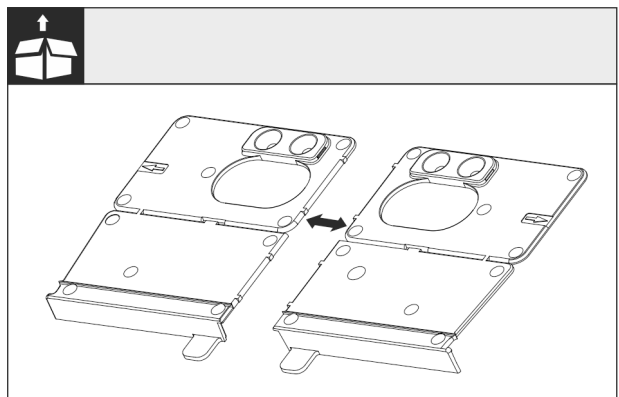

Fig. 27
► Ndani profilin e montimit në bazament Fig. 27 (I) në pjesën me vrima të vogla.